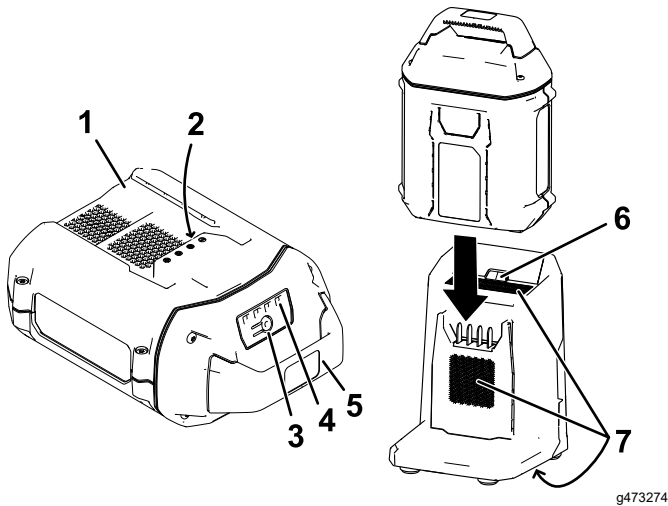

Figura 14
2. Allineate la cavita' nel pacco batteria (Figura 14) con la linguetta sul caricabatterie.
3. Fate scorrere il pacco batteria nel caricabatteria fino a quando non   completamente in sede (Figura 14).